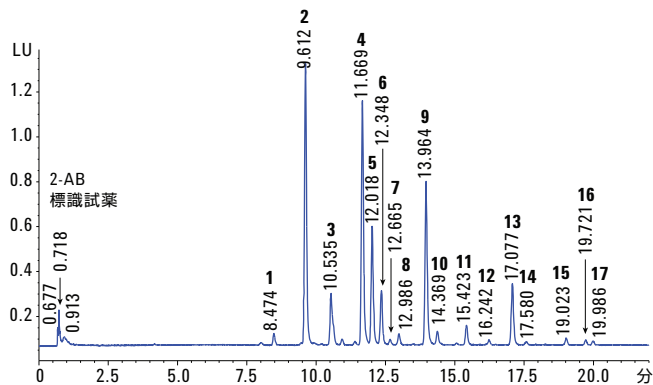

図 3. 条件
1.8 μm 粒子の AdvanceBio グリカンマッピング HILIC カラムでは、高速分離の代わりに、わずかに長いランタイムでの超高分離能分離を行うことも可能です (図 3 および表 3)。この分離では、2-AB 標識ヒト IgG N-結合型グリカンがきわめて良好に分離され、きわめて高い感度が得られます。